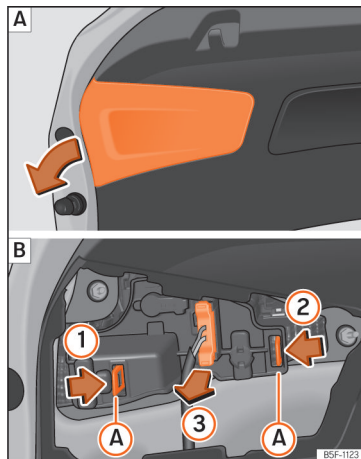

Fig. 65 Rimuovere la copertura del portellone posteriore e smontare il portalampada.
- Togliere la copertura del portellone nella direzione della freccia »» fig. 65 [A].
- Sbloccare le linguette di fissaggio (A) del portalamпада seguendo la direzione delle frecce ① e ② »» fig. 65 [B].
- Estrarre il portalamпада dal proprio alloggiamento nel senso indicato dalla freccia ③ »» fig. 65 [B].
- Rimontare il portalamпада controllando che le clip di fissaggio (A) »» fig. 65 [B] siano installate correttamente.